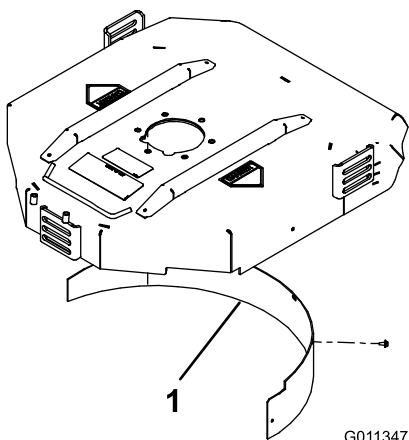

Figura 6
2. Instale o abafador de mulch na abertura traseira e fixe-o com 5 parafusos com cabeça flangeada (Figura 6).